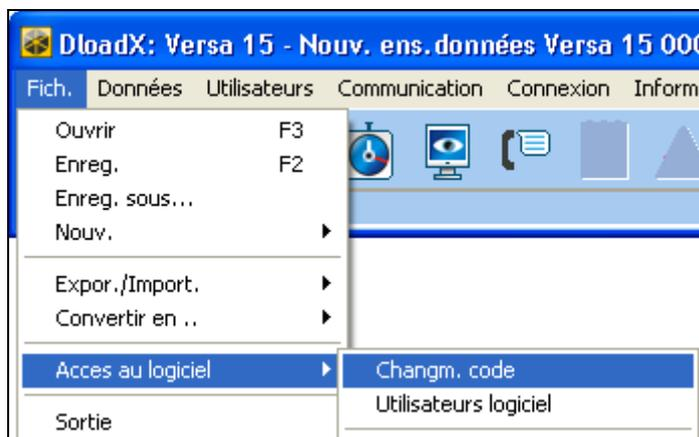

Fig. 5. Fonctions sur l'accès au logiciel DLOADX.
1. Dans le menu FICHIER sélectionner ACCES AU PROGRAMME, et ensuite CHANGEMENT DE CODE (voir : fig. 5).
Le programme permet d'accéder à la base des codes supplémentaires qu'il est possible de définir et pour lesquels il est possible de déterminer les autorisations (FICHIER → ACCES AU PROGRAMME → UTILISATEURS DU PROGRAMME – voir : fig. 5).